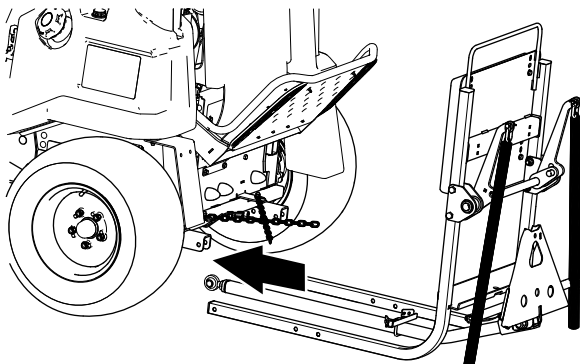

図 11
2. 牽引バーに牽引ストップブラケットを取り付けるUボルト1本とフランジロックナット5/16"2個を使用して図 11のように取り付ける。
3. 後アタッチメント用昇降フレームを機体下部に合わせて入れる 図 11。